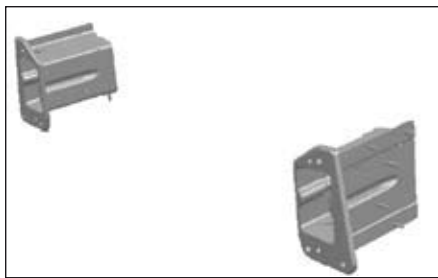

FIG.11
• Préparer les zones d'accostage et couper la nouvelle pièce (Fig.11).